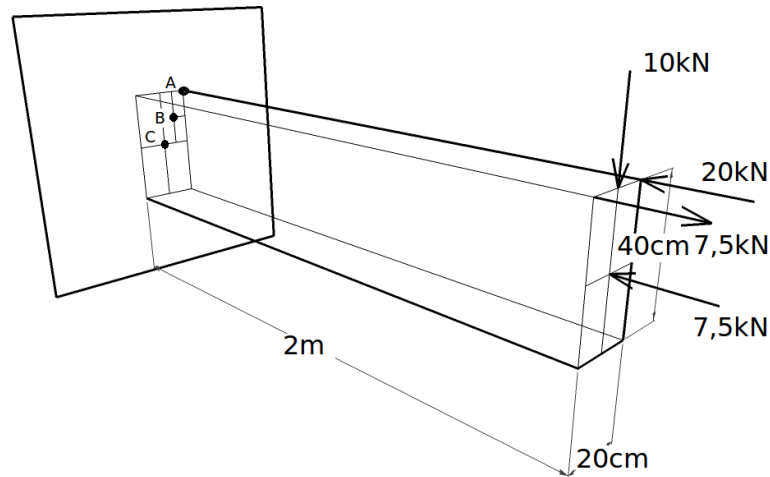

Figura 3
6. Para a viga mostrada na Figura 3, determine os círculos de Mohr para os pontos A, B, e C. Calcule, também, o valor da máxima tensão tangencial em cada um destes pontos.